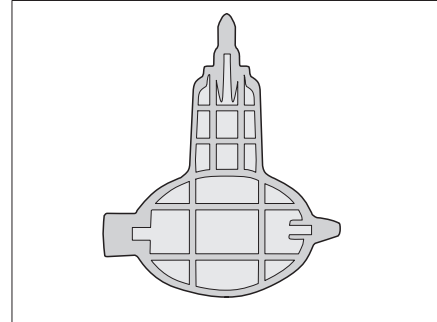

Bild 263 Schlüssel für Siphon (nur Alpha)
- ▷ Dem Modell Alpha liegt ein Schlüssel (Bild 263) zum Lösen des Siphons bei.